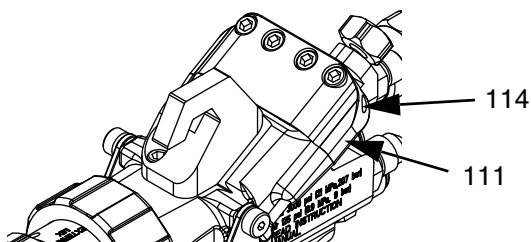
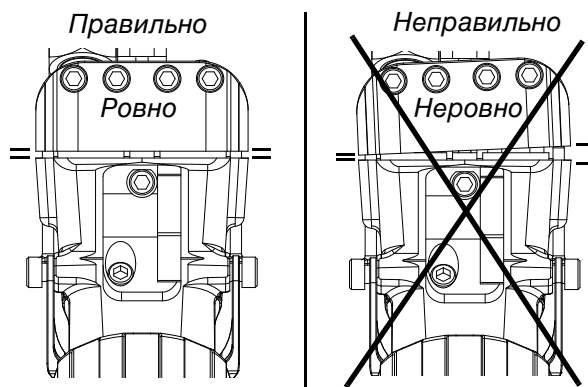

Рис. 13
Рис. 14
Выполните эту процедуру, если зажим пускового устройства неравномерно сидит на корпусе пистолета при нажатии спускового крючка, см. Рис. 14. В ходе этой процедуры выравниваются винты привода (111) на зажиме пускового устройства, см. Рис. 13.
ПРИМЕЧАНИЕ. При установке четырехпальцевого спускового крючка (16F627) убедитесь, что предохранитель и блок зажима пускового устройства открываются должным образом, см. Рис. 14. Если нужна дополнительная регулировка, выполните инструкции раздела **Выравнивание регулировочных винтов привода**.
11. Полностью нажмите спусковой крючок и, сохраняя это положение, измерьте расстояние между зажимом пускового устройства и корпусом пистолета с двух сторон. В открытом положении щели должны быть размером не менее 1,65 мм (0,065 дюйма). В случае необходимости отрегулируйте винты. См. Рис. 14.